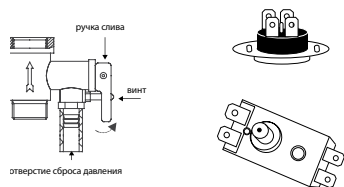

Рис. 9
- открутить гайку крепления термовыключателя, закрепленного на фланце ТЭНа, перевернуть термовыключатель и нажать до щелчка кнопку, расположенную по центру термовыключателя рис.9;